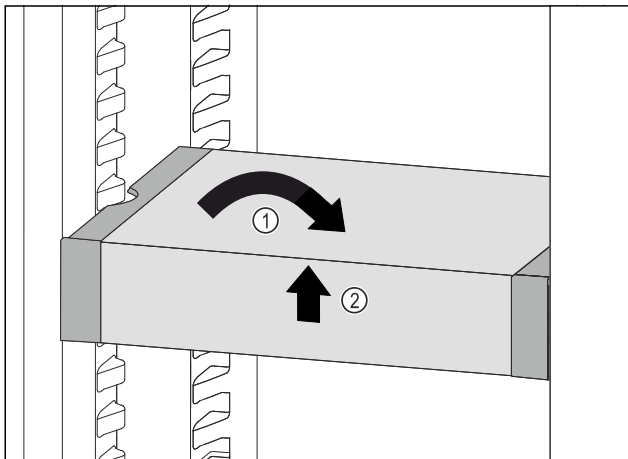

Fig. 94
- ▶ Coloque el VarioSafe en posición recta. Fig. 94 (1)
- ▶ Levante el VarioSafe por delante. Fig. 94 (2)